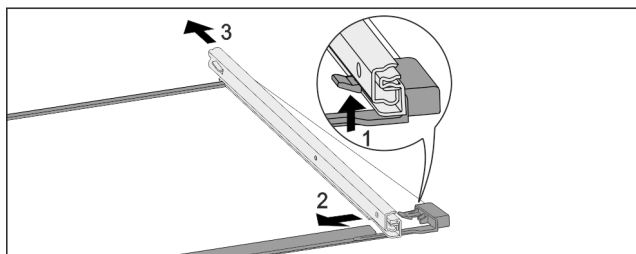

Fig. 265 Skleněná deska s kolejničkami
- ▶ Přední aretační háček zatlačte nahoru. Fig. 265 (1)
- ▶ Výsuvnou kolejničku vysuňte stranou Fig. 265 (2) a dozadu Fig. 265 (3).